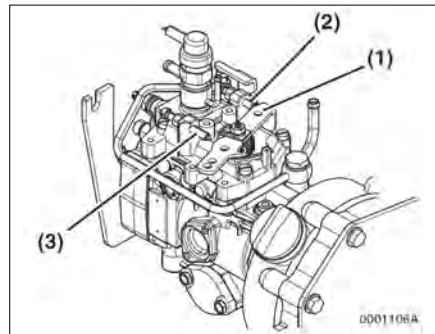

Рис. 5-12.
1. Убедитесь, что рычаг регулятора оборотов (рис. 5-12, (1)) одинаково касается винтами ограничения низких (рис. 5-12, (2)) и высоких (рис. 5-12, (3)) оборотов холостого хода, когда управление частотой вращения двигателя находится в положении высоких и низких оборотов холостого хода.